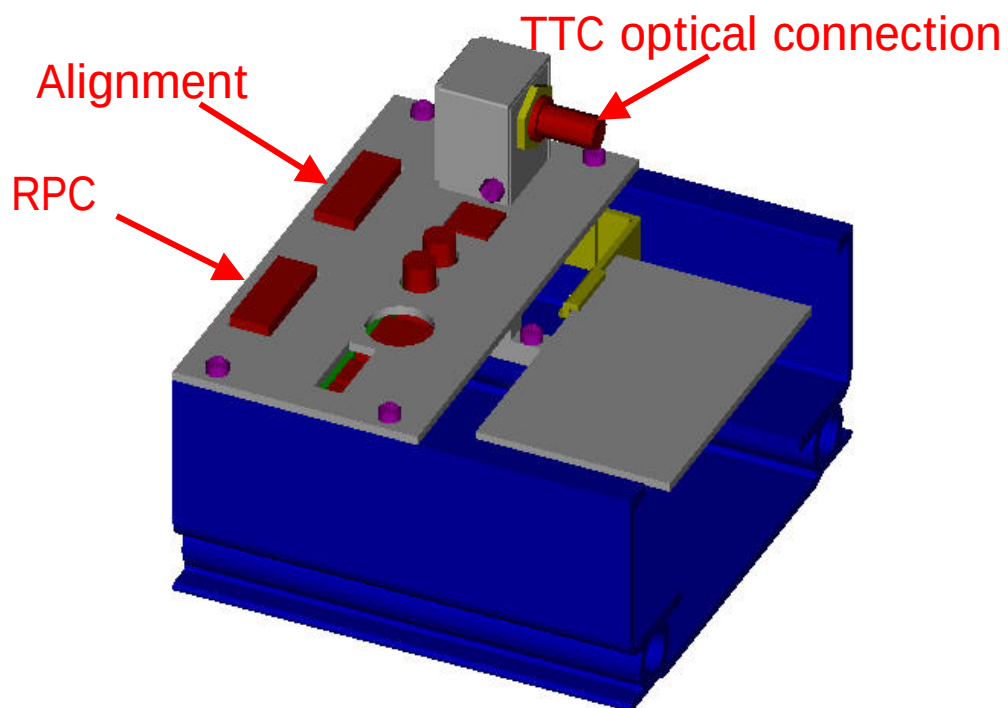
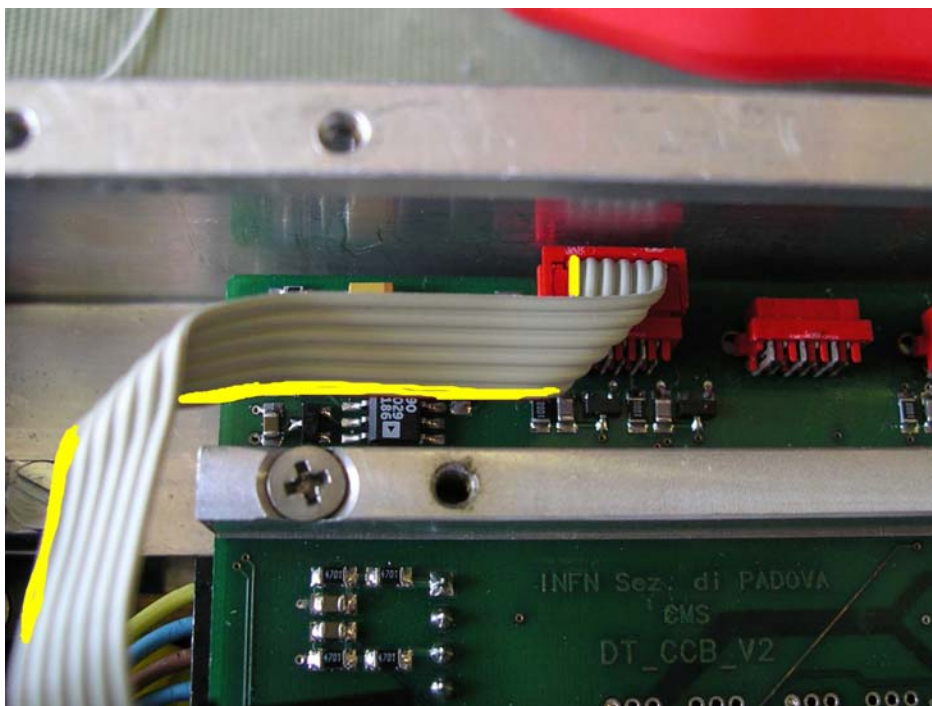
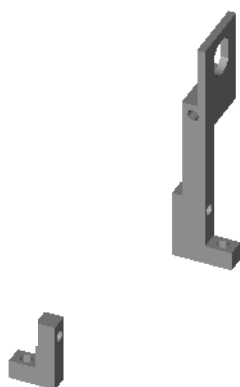

Figura 4: posizione connettori RPC e Allineamento
Figura 5: routing cavo RPC in uscita dalla CCB.
Figura 15: Staffette della Link Board
| FIGURA 5: ROUTING CAVO RPC IN USCITA DALLA CCB. ....                                                                                                                                                                                                                                                                                                                                                                                                                                                                                                                                                                                                                                                                                                                                                                                                                                                                                                                                        | 11 |
- Inserire cavi allineamento e RPC (1° e 3° piccolini da sx in alto) (allineamento ce ne va uno solo). Cavi allineamento e RPC scorrono nel Mini-Crate in direzione Link Board (vedi Figura 4), quello allineamento deve uscire da sopra la CCB sopra quello RPC (Figura 5).
- Fissare le due staffette ( Figura 15), quella piu' grande va inserita attorno al connettore per il cavo ottico TTC (vedi anche Figura 4), quella piu' piccola va nell'altro lato della board.
- Inserire la fibra ottica dal TTCex nel connettore del TTC sul minicrate (Figura 4).